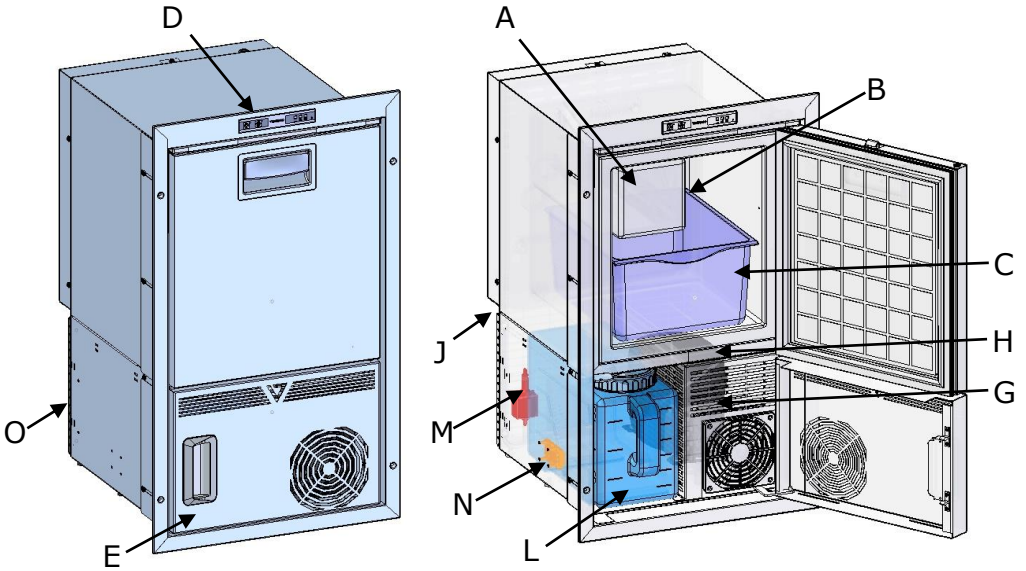

Fig. 4b
Terminado el uso del fabricante, con el fin de preservar mejor sus funcionalidad y evitar la formación de mohos, proceder como sigue. Apagar el fabricante y desconectarlo de la instalación eléctrica. Vaciar la cubeta de recogida del hielo (C). Esperar a que la escarcha presente dentro de la cubeta esté completamente derretida. Secar cuidadosamente las paredes internas del fabricante. Dejar la puerta semi abierta, utilizando la vent-position presente en la abrazadera I (véase figura 5 y 5a), para que pueda realizarse un intercambio de aire y no se cree humedad dentro de la cubeta. Para las versiones REFILL vaciar y limpiar el depósito (L) (véase fig. 4b,4c).